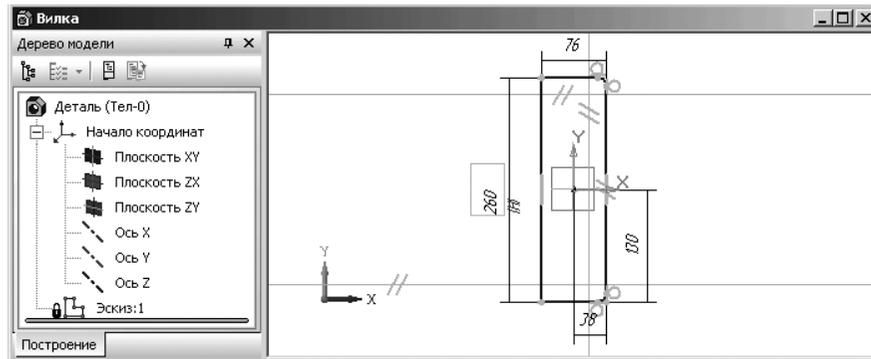

Рис. 3.39. Главное окно системы и фантомы параллельных вспомогательных прямых на эскизе
- щелкните дважды по полю **Расстояние** и введите значение 20, а затем нажмите клавишу **Enter**. Вспомогательные параллельные прямые установятся на расстоянии 20 мм от правой стороны эскиза. Это состояние системы показано на рис. 3.39.